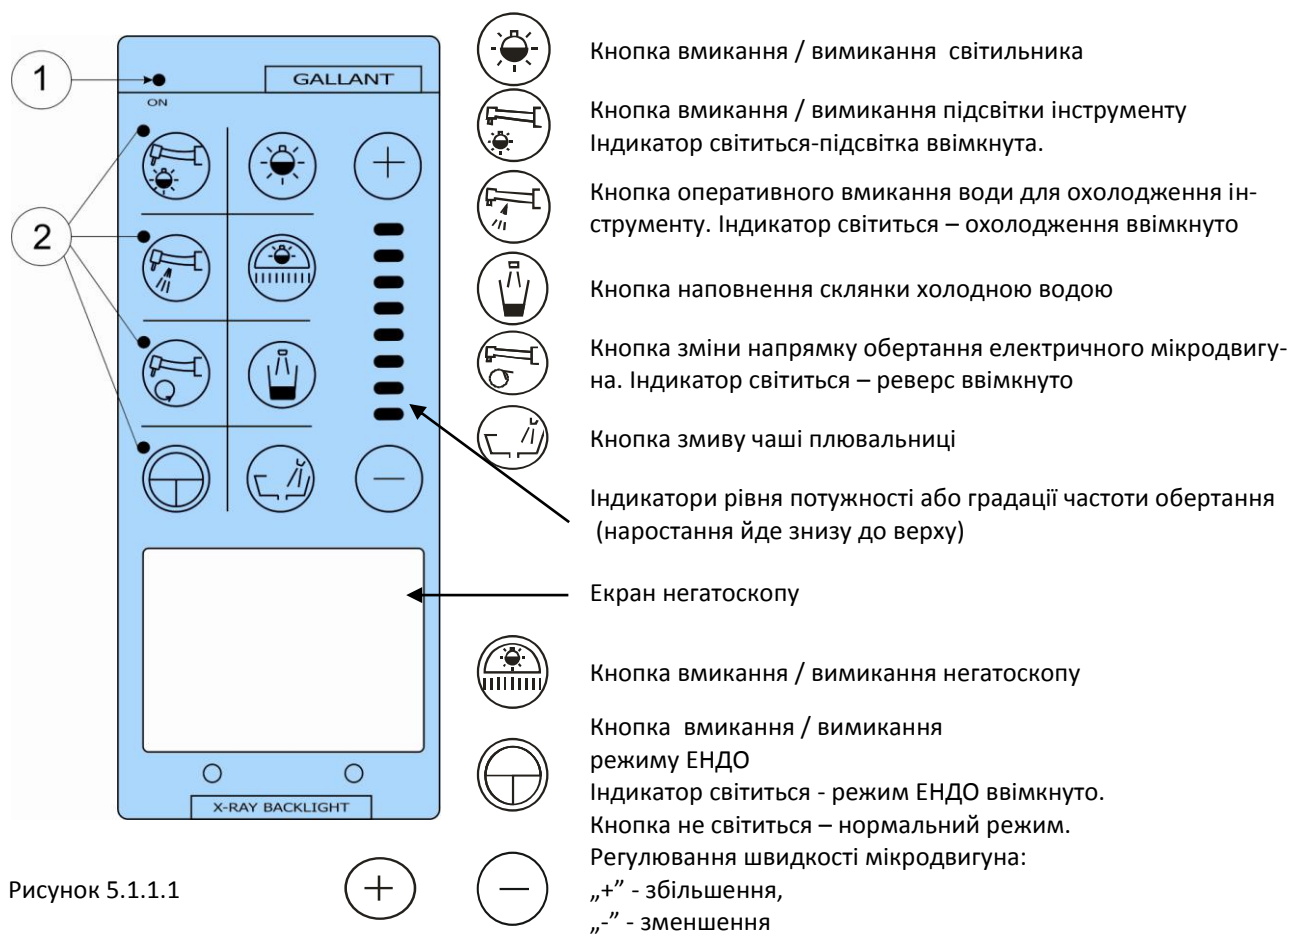

Рисунок 5.1.1.1
- при короткочасному натисненні **кнопки наповнення склянки**  на пульті блоку інструментів лікаря, (Рисунок 5.1.1) або на пульті асистента (для виконань з пультом асистента) - вода поступає в склянку протягом 3 сек. При повторному натисненні кнопки пульта керування раніше 3 сек. подача води в склянку припиняється;
- при короткочасному натисненні **кнопки змиву чаші**  на пульті блоку інструментів лікаря, (Рисунок 5.1.1) або на пульті асистента (для виконань з пультом асистента) – здійснюється змив чаші на протязі (10-12) сек. При повторному натисненні кнопки пульта керування раніше (10-12) сек. змив чаші припиняється.
При виконанні стоматологічної установки з опцією ЕНДО на блоці лікаря встановлюється пульт керування з індикатором потужності згідно Рисунок 5.1.1.